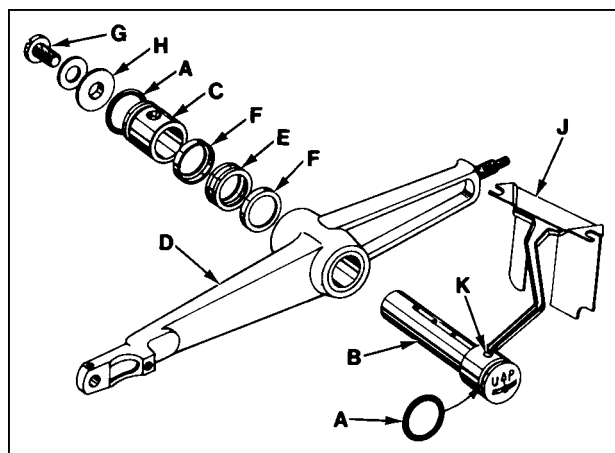

Fig 16
1. Coloque las arandelas ("O" rings A, Fig. 16) en el eje de la palanca (B) y el collar (C).
2. Con la palanca de la aguja (D) puesta en la máquina en la posición correcta; introduzca el eje (B) atravesando del centro de la palanca hasta que las partes mas gruesas hagan contacto con la palanca y la palabra "up" aparezca en la posición correcta. Después de verificar que la conexión con la barra de la aguja se mueva libremente, asegure el eje (B) con el tornillo de fijación en la parte superior de la máquina.
3. Coloque el anillo amortiguador (E) con los anillos (F) en el eje y llévelos a través del hueco en la máquina.
4. Monte con cuidado el collar (C) en el eje (B) para no dañar la arandela ("O" ring). Presione los componentes apretando el tornillo (G) hasta que la arandela (H) toque el eje (B). Asegure el eje (B) con el tornillo de fijación trasero en la parte superior de la máquina.
5. Para revisar la compresión correcta del anillo amortiguador, remueva el tornillo (G) del eje y suelte el tornillo de fijación trasero en la parte superior de la máquina. El collar (C) debería salirse 0,003-0,007 pulgadas (0,08-0,18 mm). Presione los componentes otra vez en sentido contrario y apriete el tornillo (G) otra vez.
6. Con la marca "up" en el eje (B) en su posición correcta, coloque el soporte del engrasador (J) de tal manera que su canal apunte a la entrada del aceite en el eje. Cuando el canal y el eje estén asegurados en su posición correcta, la cantidad necesaria de aceite llegará al eje para lubricar la palanca de la aguja (D).